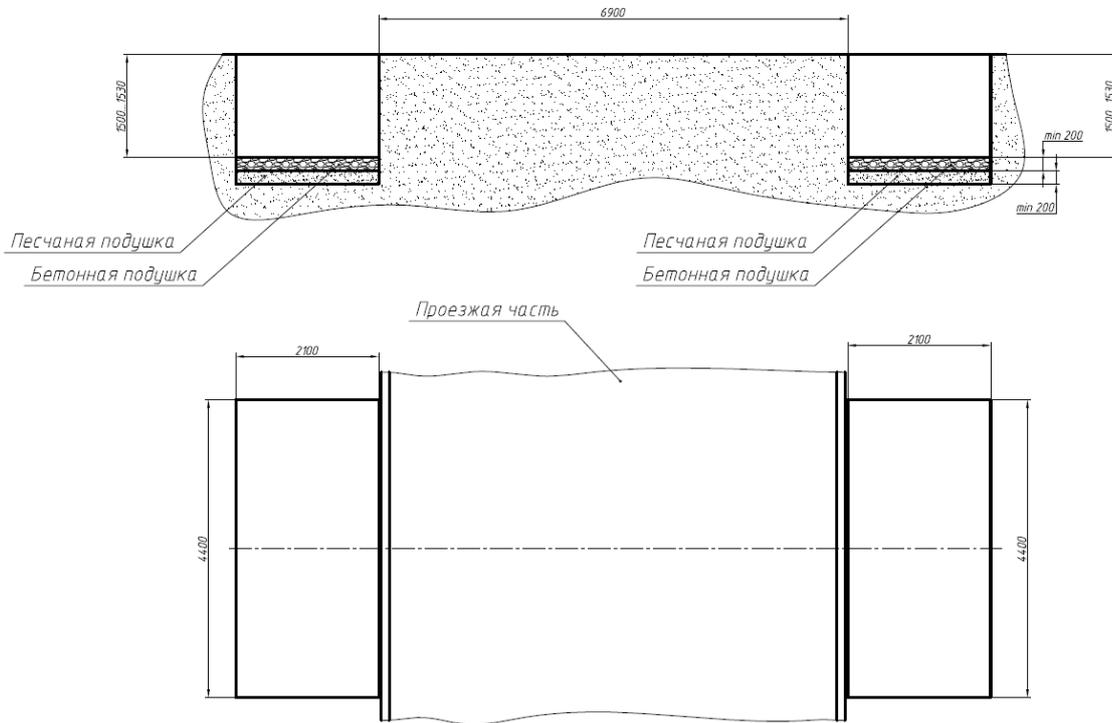

рис.2
2.1 Произвести разметку в месте установки шлагбаума (рис.2).
2.3 На дне котлованов выполнить бетонное основание толщиной не менее 200мм для установки шлагбаума (рис. 2). Допускается применять фундаментные плиты для выставления шлагбаума. Расстояние от верхней плоскости основания до плоскости дорожного покрытия должно быть $1515\pm 15\text{мм}$.